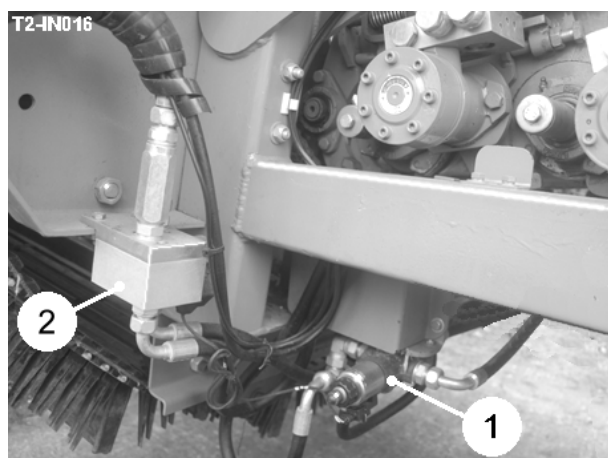

Fig 18
Pour le propageur la section de la décharge de la banque de la valve de secours doit être tournée en premier en utilisant le bouton  sur le service écran terminal pour courir. Le bouton  commencera alors / arrêt le propageur indépendamment du tissu de l'ascenseur. La vitesse du tissu du propageur est en phase terminale contrôlée par le diviseur du courant (article 1, figure 18) du service.
Le service bouton  débuts / arrêts terminaux tous les éléments de la section arrière du moissonneur. Avec le service bouton terminal  sur, les débuts du bouton  de la manche à balai / arrête seulement le tissu de l'ascenseur en opérant la valve de la déviation (item 2, fig 18).